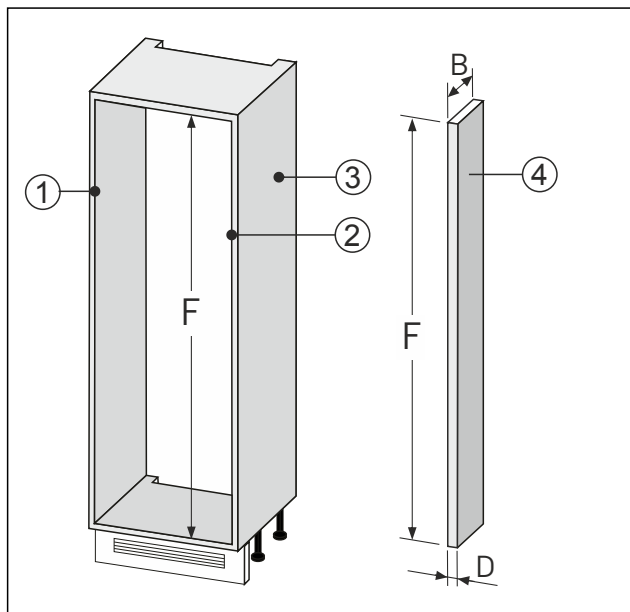

Fig. 88
- Wandausgleich Fig. 88 (4) nach oben genannten Maßen anfertigen.